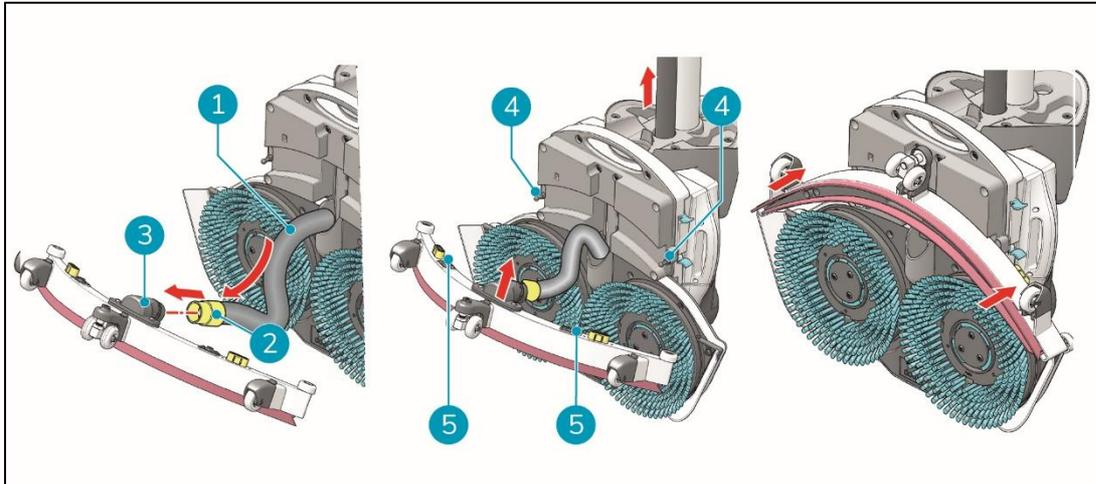

Figura 11
1. Pegar na mangueira de vácuo (Figura 11, pos. 1).
2. Inserir o conector da mangueira (Figura 11, pos. 2) no rodo (Figura 11, pos. 3).
3. Rodar o conector da mangueira $\frac{1}{4}$ de volta para um ajuste firme (Figura 11, pos. 2).
6. Alinhar os pinos da plataforma de lavagem (Figura 11, pos. 4) com os orifícios do rodo (Figura 11, pos. 5).